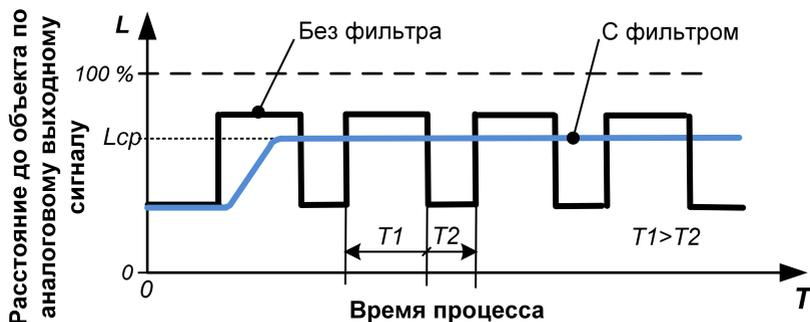

Рисунок 5.1 – Алгоритм работы датчика со сглаживающим фильтром.
1) сглаживающий – обеспечивает сглаживание скачков выходного сигнала при работе в условиях помех. Может использоваться, например, при измерении уровня жидкости, на поверхности которой присутствуют волны. Работу фильтра поясняет **рисунок 5.1**. Уровень фильтрации определяет количество выборок значений для определения расстояния. Для изменения уровня фильтрации, при использовании программы «Sonopulse Tune», на вкладке «Выходы» в строке «Демпфирование» – доступны значения от 0 (отключен фильтр) до 100 и более (чем больше значение, тем дольше нужно поработать датчику, чтобы набрать указанное количество отсчетов).